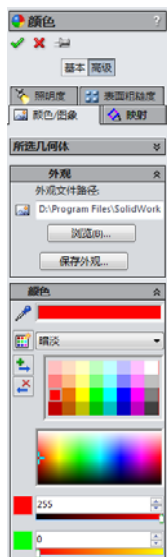

图 1-39 “颜色”属性管理器
(2) 设置实体颜色。系统弹出图 1-39 所示的“颜色”属性管理器，在“颜色”一栏中选择需要的颜色，然后单击属性管理器中的“确定”按钮。此时整个零件以设置的颜色显示，如图 1-37a 所示。